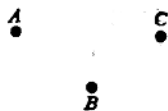

图 17
1. 已知 A 、 B 、 C 为任意三点, 如图17所示, 通过三点画圆, 并写出作图步骤。